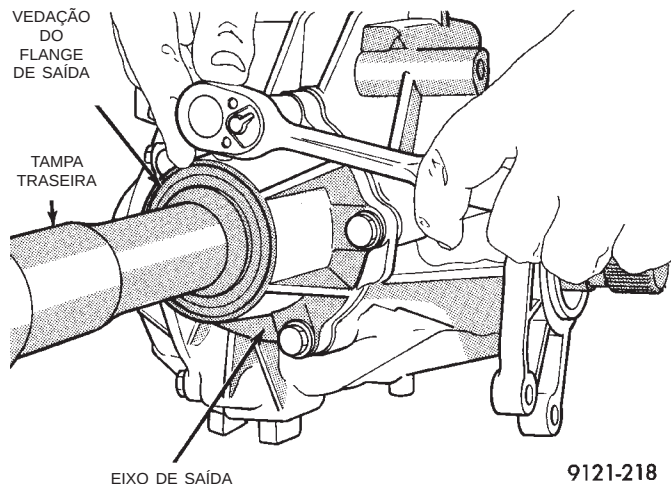

Fig. 26 Parafusos da Tampa Traseira
- (1) Levante o veículo em um guindaste.
- (2) Remova o árvore de transmissão.
- (3) Remova os parafusos de fixação da tampa traseira (Fig. 26).